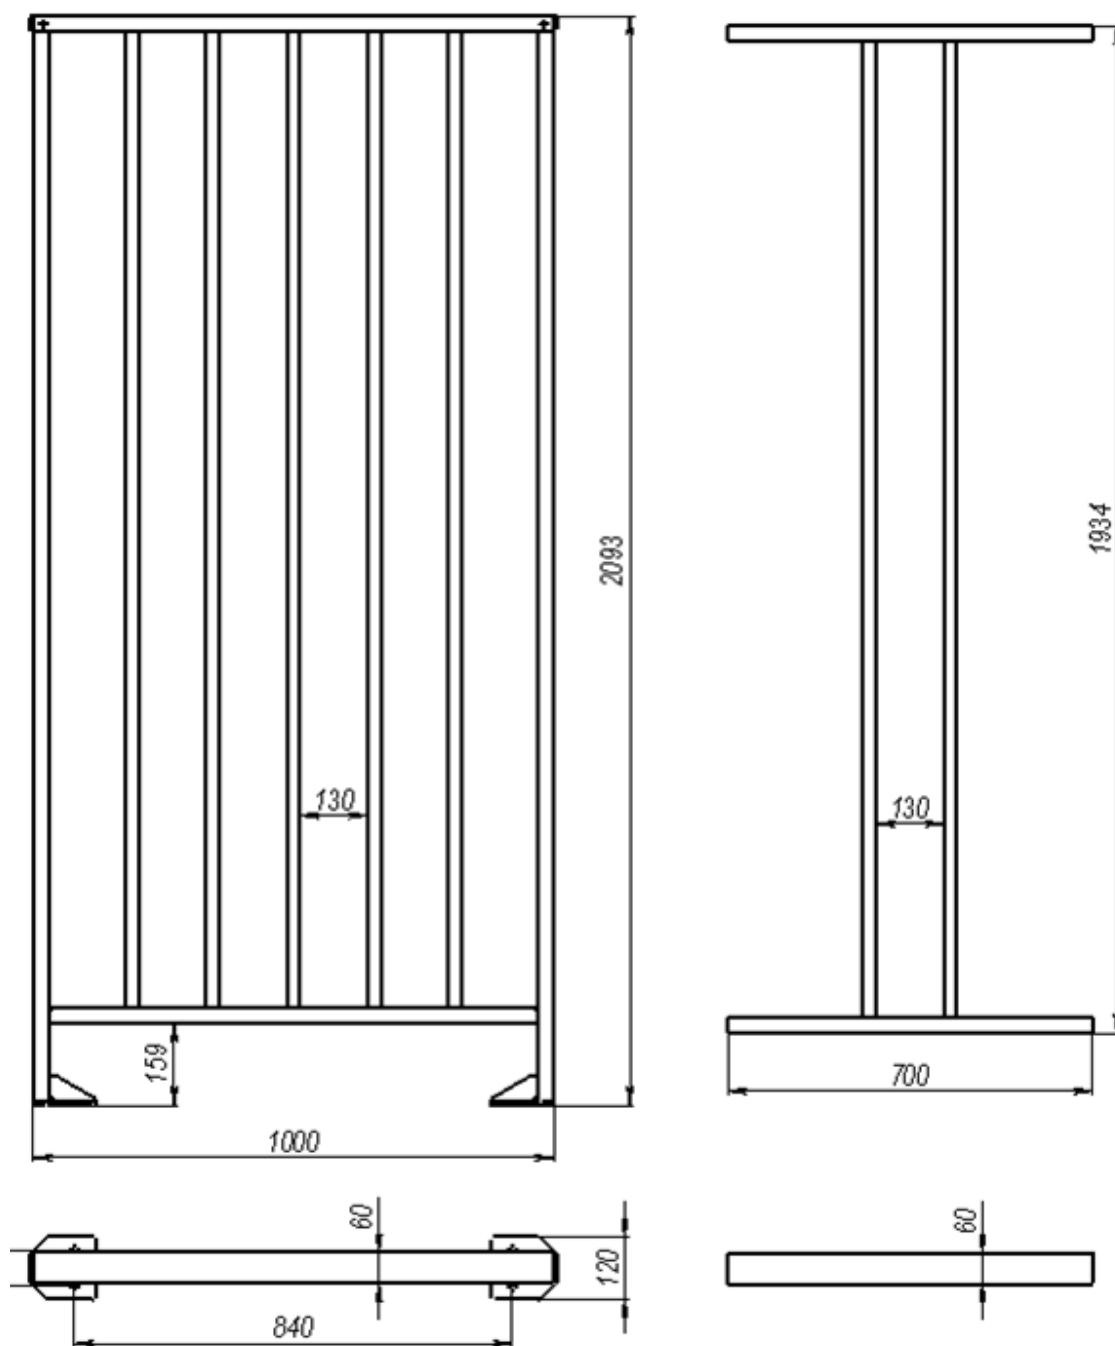
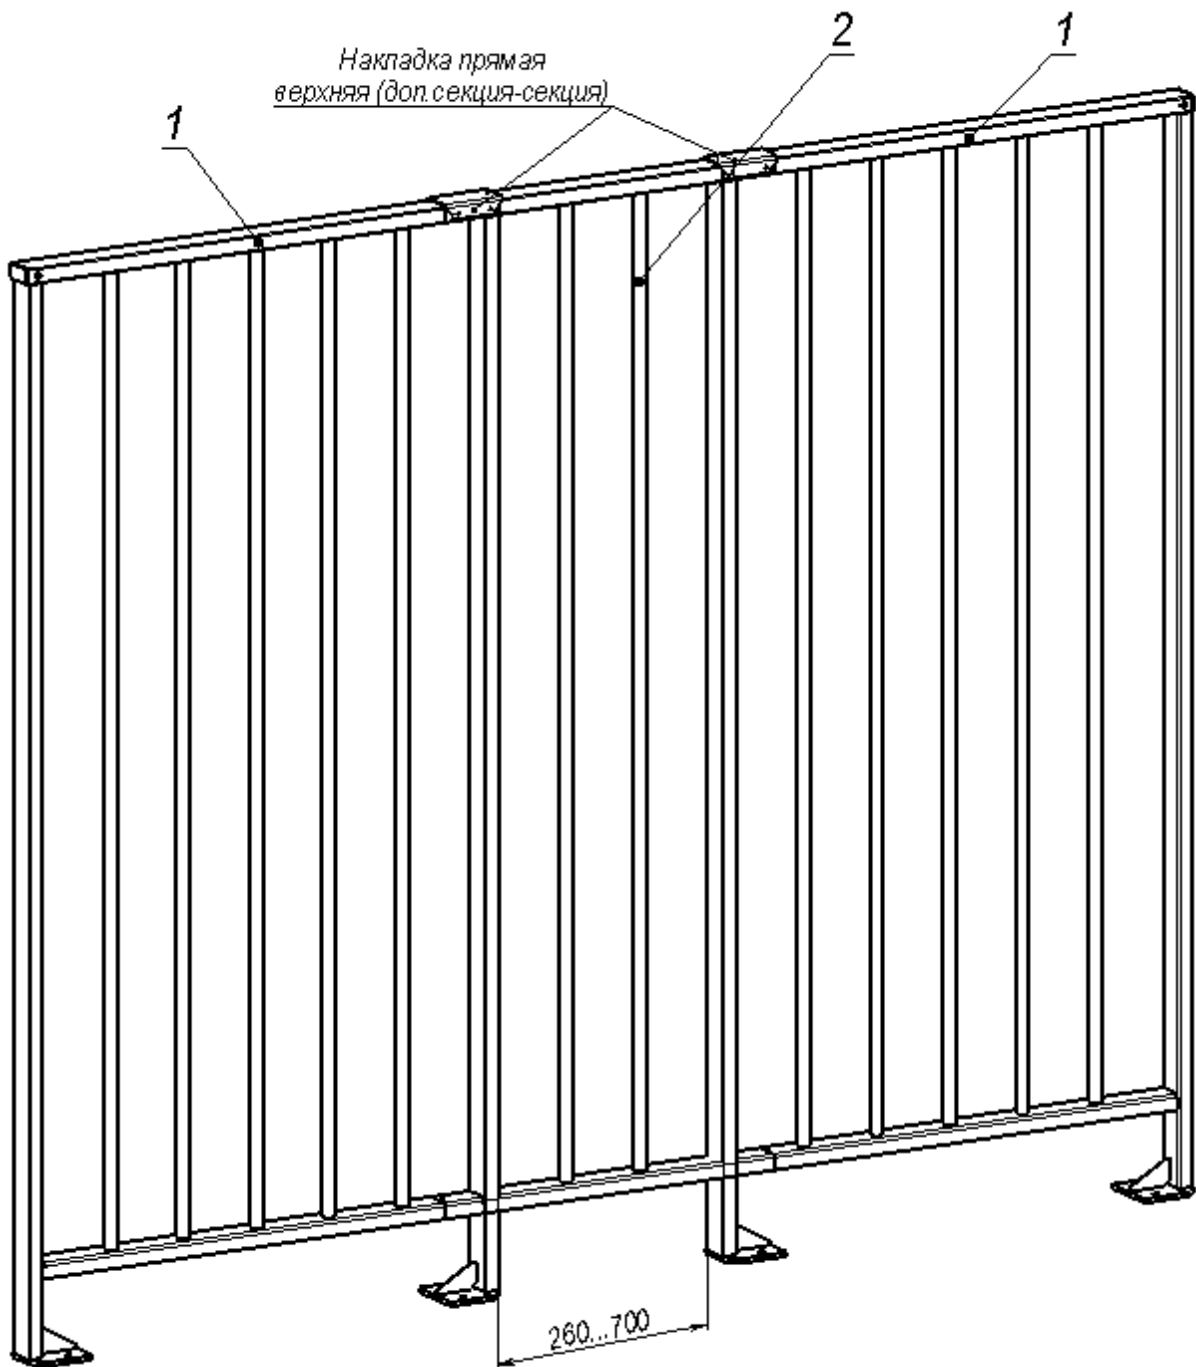

Рисунок 1. Общий вид и габаритные размеры основной *PERCo-MB-16R* и дополнительной *PERCo-MB-16D* секций ограждения²
Рисунок 2. Вариант использования ограждения:
Общий вид и габаритные размеры секций ограждения показаны на рис. 1. Варианты использования секций ограждения и соединительных элементов показаны на рис. 2, 3 и 4.
6. Дополнительную секцию ограждения подрежьте в размер по месту. При необходимости допускается уменьшение длины дополнительной секции до 260 мм (см. рис. 2).